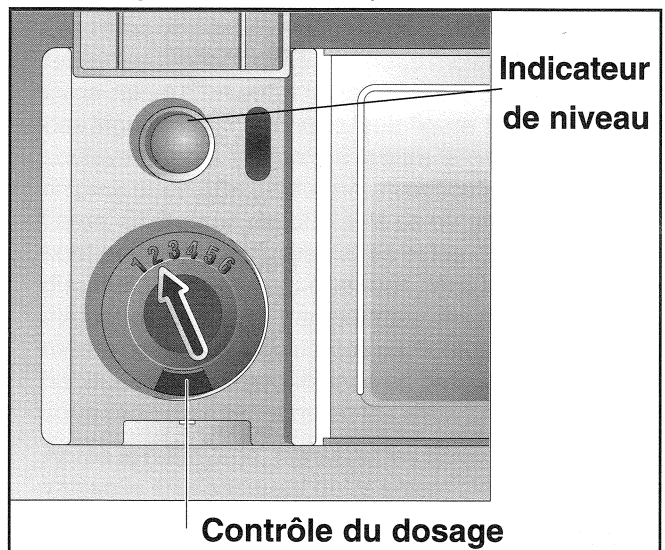

Figure 13
Le réservoir de l'agent de rinçage du lave-vaisselle Bosch est doté d'un régulateur calibré de 1 à 6. Voir figure 13. Ce régulateur contrôle la quantité d'agent de rinçage distribué. Le lave-vaisselle est livré de l'usine avec un réglage à 3 ½. Il s'agit d'un réglage moyen, toutefois :
- Tourner l'indicateur au réglage désiré. Voir figure 13.